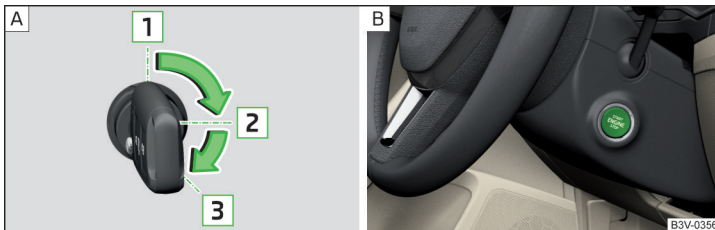

Abb. 150 Positionen des Fahrzeugschlüssels im Zündschloss / Starterknopf
Positionen des Fahrzeugschlüssels im Zündschloss » Abb. 150 - A
- › Den Knopf drücken » Abb. 150 - B, die Zündung wird ein-/ausgeschaltet.
- › Bei Fahrzeugen mit **Zündschloss** den Schlüssel in die Position **3** drehen » Abb. 150 auf Seite 121 - A, es erfolgt der Startvorgang. Dann den Schlüssel loslassen, der Motor springt automatisch an.
- › Bei Fahrzeugen mit **Starterknopf** den Knopf kurz drücken » Abb. 150 auf Seite 121 - B, der Motor springt automatisch an.
- › Bei Fahrzeugen mit **Zündschloss** den Schlüssel in die Position **1** drehen » Abb. 150 auf Seite 121 - A.
- › Bei Fahrzeugen mit **Starterknopf** den Knopf drücken » Abb. 150 auf Seite 121 - B, der Motor und die Zündung werden gleichzeitig ausgeschaltet.
➤ Den Knopf gedrückt halten » Abb. 150 auf Seite 121 -  oder zweimal innerhalb von 1 Sekunde drücken.